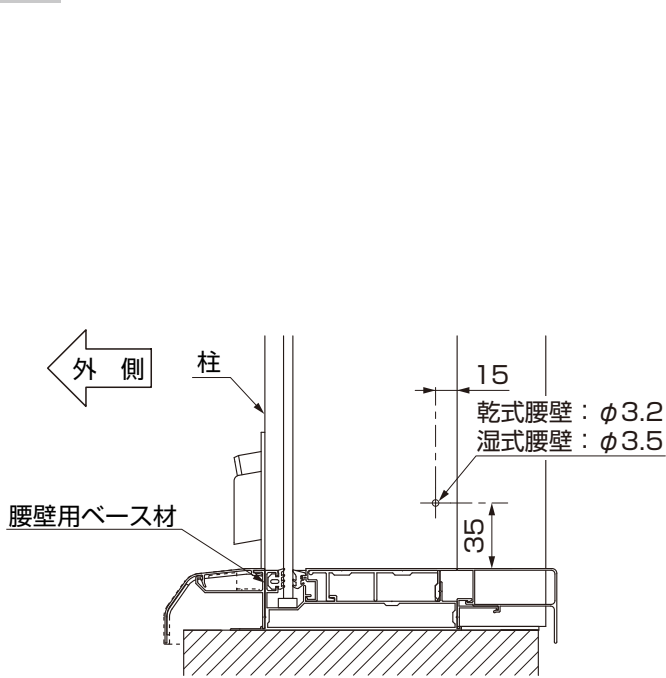
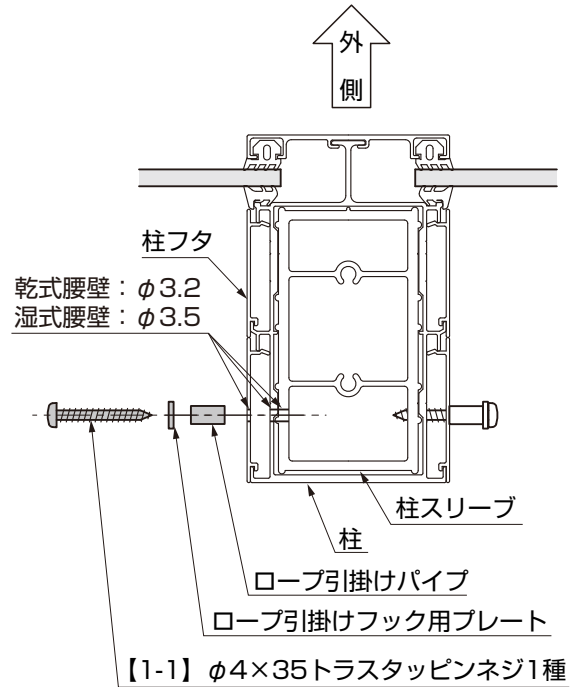

図3-4
図3-5
- ① 柱フタ、柱、柱スリーブに湿式腰壁ではφ3.5、乾式腰壁ではφ3.2の穴をあけてください。(図3-4、図3-5参照)